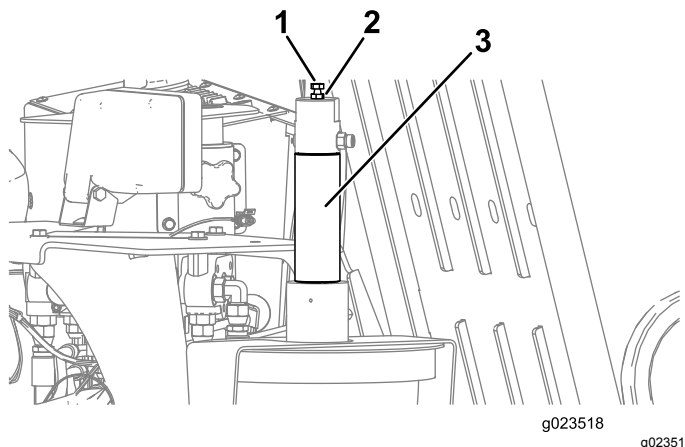

Figura 64
1. Afloje la contratuerca del perno de ajuste, que está situado encima del pistón del aplicador de lubricante de roscas (Figura 64).